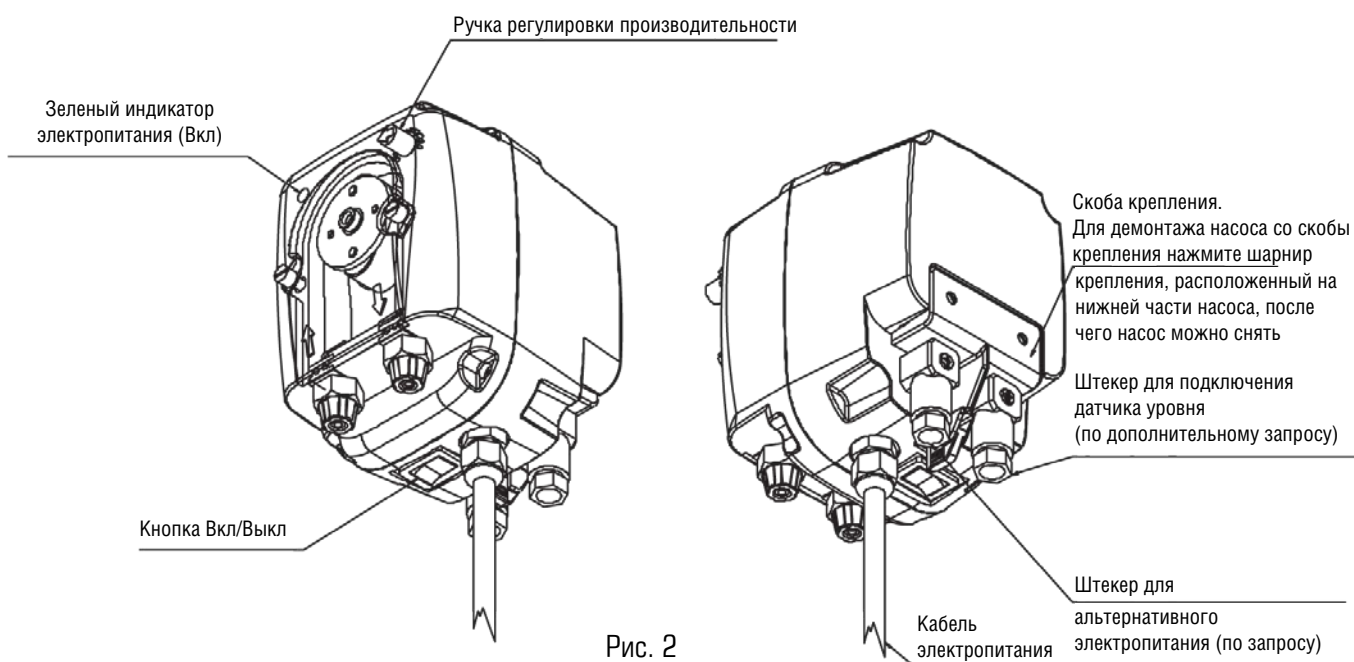

Рис. 2
1. Отсоединить вилку кабеля электропитания от сетевой розетки 220V или отключить питание двухполюсным выключателем с минимальным расстоянием между контактами 3 мм (Рис. 2)
1. Отсоединить пины от сетевой розетки или отключить питание двухполюсным выключателем с минимальным расстоянием между контактами 3 мм (Рис. 2)
Примечание: при установке датчика уровня, индикатор электропитания (зеленый), показанный на **Рис.2**, загорается желтым цветом в случае отсутствия реагента в емкости.